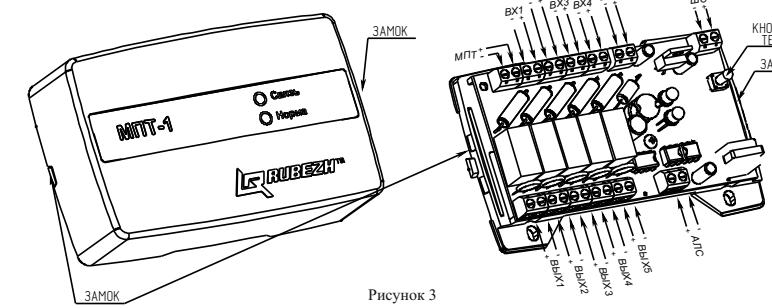

Рисунок 3
5.1 Конструктивно модуль выполнен в виде блока, состоящего из пластмассового корпуса (основание и крышка), внутри которого размещена плата с радиоэлементами (Рисунок 3).
7.3 Для конфигурирования модуля, подключенного к АЛС приемно-контрольного прибора, необходимо подать питание на приемно-контрольный прибор и модуль, зайти в меню прибора, выбрать учетную запись **Инсталлятор** и ввести пароль, выбрать пункт **Настройка (Конфигурация)** => **Сервис => Адресация устройств** и нажать кнопку **ТЕСТ** на модуле (Рисунок 3). На экране прибора откроется меню параметров модуля.